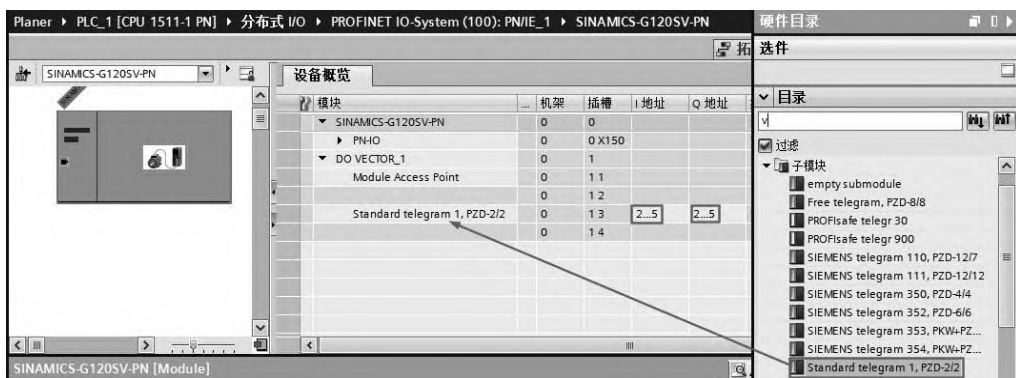

图 11-23 组态 PROFINET PZD
⑥ 组态 PROFINET PZD。将硬件目录中的“Standard telegram 1,PZD-2/2”拖拽到“设备预览”视图的插槽中，自动生成输出数据区为“QW2~QW4”，输入数据区为“IW2~IW4”，如图 11-23 所示。这些数据在编写程序时都会用到。